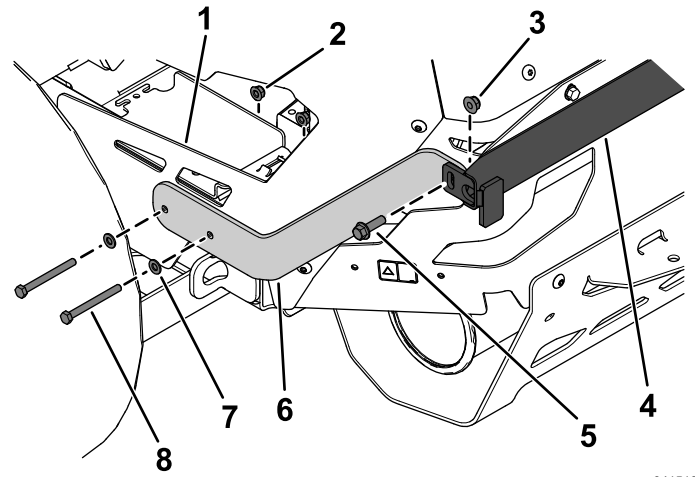

Figura 9
3. Fissate senza serrare la staffa superiore sinistra sulla protezione posteriore sinistra e sul supporto superiore con 2 bulloni a testa esagonale (5/16" x 3¼"), 2 rondelle piane, 2 dadi flangiati (5/16"), 1 bullone a testa flangiata (3/8" x 1¼") e 1 dado di bloccaggio (3/8") come illustrato nella Figura 9.